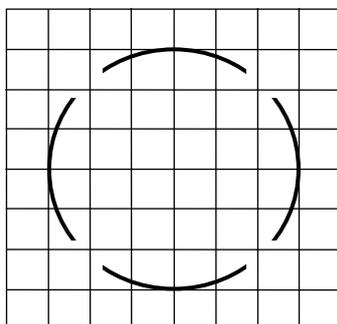

Рис. 7.
19. Определить частоту f исследуемого сигнала генератора, напряжением которого осуществляется круговая развертка. Напряжение генератора с образцовой частотой $f_0 = 1000$ Гц подано на модулятор яркости ЭЛТ. Осциллограмма, полученная на экране ЭЛТ, представлена на рис. 7.